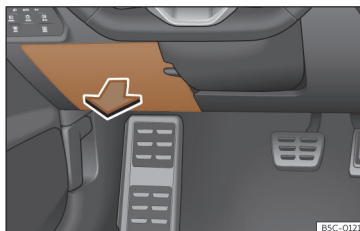

Fig. 47 No painel de instrumentos do lado do condutor: tampa da caixa de fusíveis.
- **Abrir:** recline a cobertura para baixo >>> **Fig. 47.**